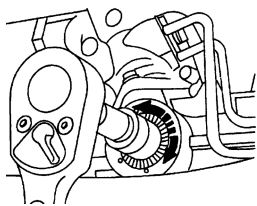

图 3-143 转向机有过渡间隙情况
- 3) 若有过渡间隙, 当转动转向盘 (从中间位置约 30°) 时将会有噪声, 如图 3-143 所示。